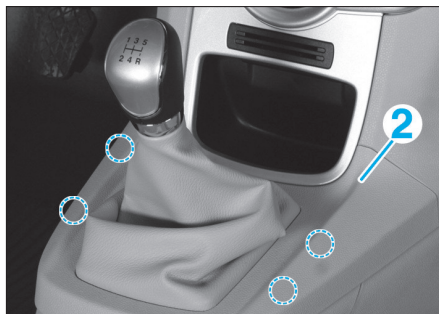

Fig. 28
- Dégrafer la garniture de levier de vitesses (2) (Fig.28).